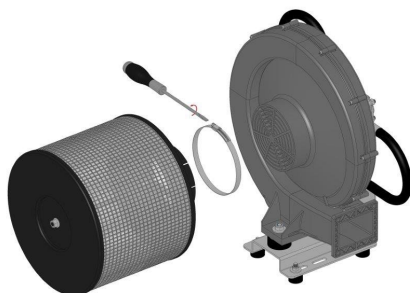

FIGURA 5
3. Inserire l'eventuale filtro (cod. F200353, F200354, F200355) sulla bocca di aspirazione fissandolo tramite fascetta (fornita col filtro) (FIGURA 5).